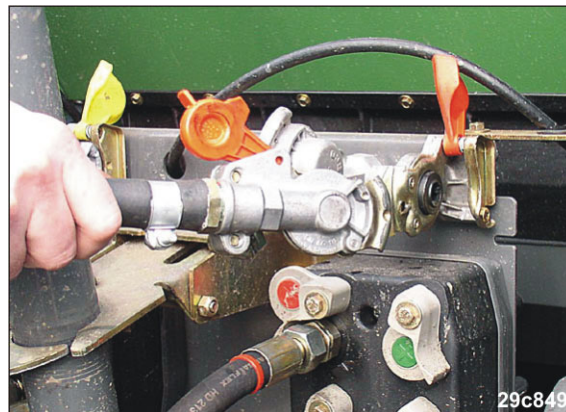

Fig. 132
2. Frakobl transportrørets koblingshoved (rødt) (Fig. 132).